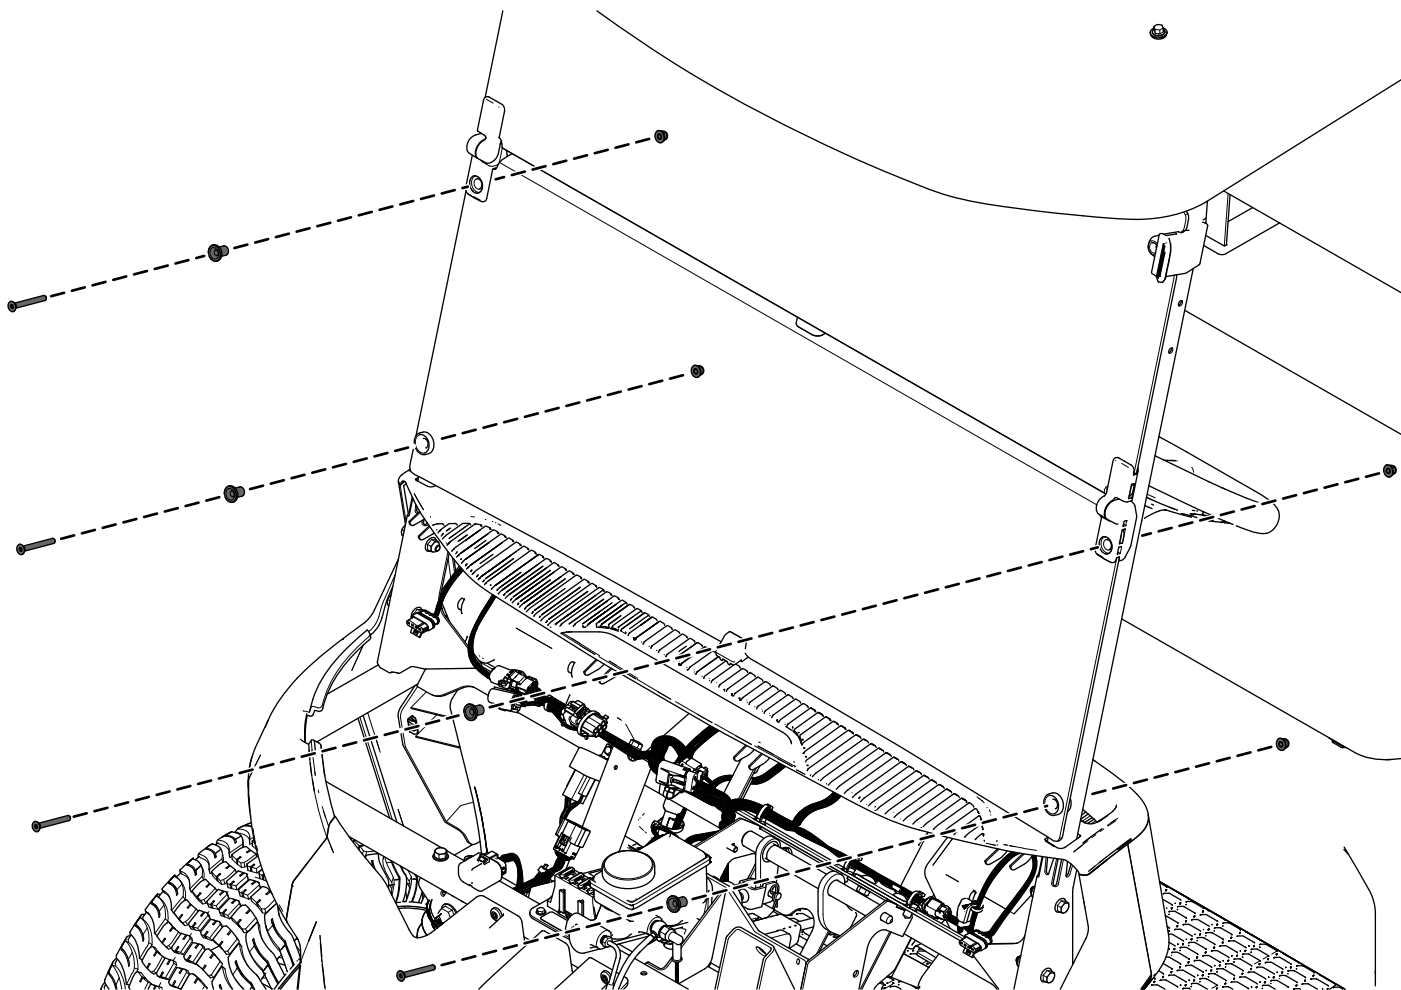

Figura 3
5. Fixe o parabrisas aos tubos da estrutura do toldo frontal usando os 4 parafusos de cabeça sextavada interior flangeada (M6 x 55 mm), 4 espaçadores e 4 porcas de fixação (M6) como se mostra na Figura 3.